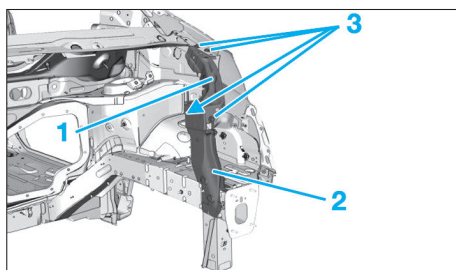

FIG. 17
- Poser la demi-façade de bloc avant (1) (Fig.17)
- Poser la demi-façade bloc avant assemblée (2).
- Contrôler l'ajustage de la demi-façade bloc avant assemblée avec les vis (3).